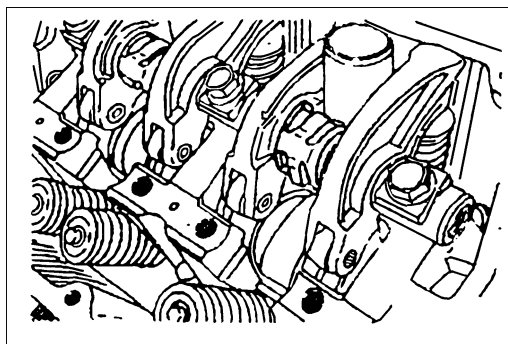

图 2-65 装配摇臂轴弹簧
2) 如图 2-65 所示，从上面装配摇臂轴弹簧，使其与火花塞导管垂直。